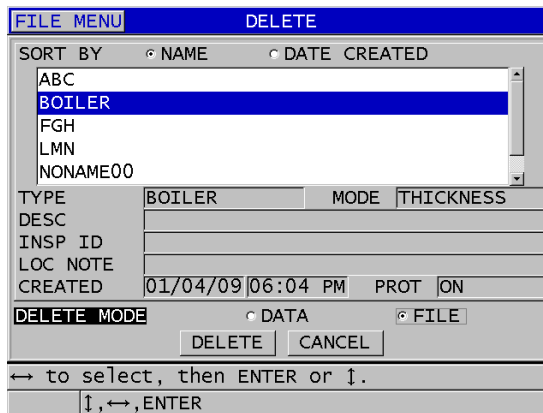

Figura 11-20 Apagar arquivo
3. Na tela **DELETE (EXCLUIR)** (consulte Figura 11-20 na página 218):